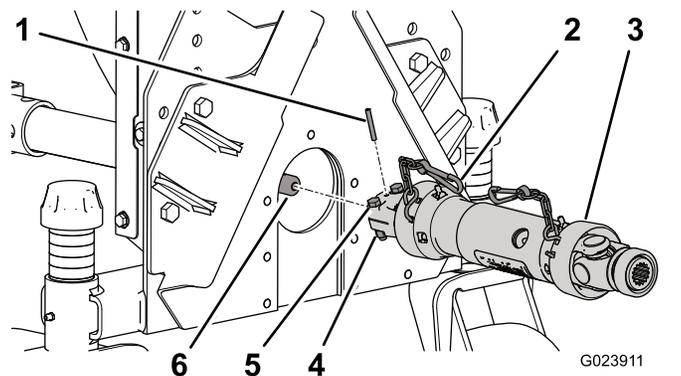

Figura 9
4. Fissate il gruppo con una spina elastica (Figura 9).
5. Fissate l'albero motore all'albero della scatola degli ingranaggi con 2 bulloni (5/16" x 1¼") e 2 dadi di bloccaggio (5/16") (Figura 9).
8. Fissate la catena di sicurezza al telaio del soffiatore (Figura 9).